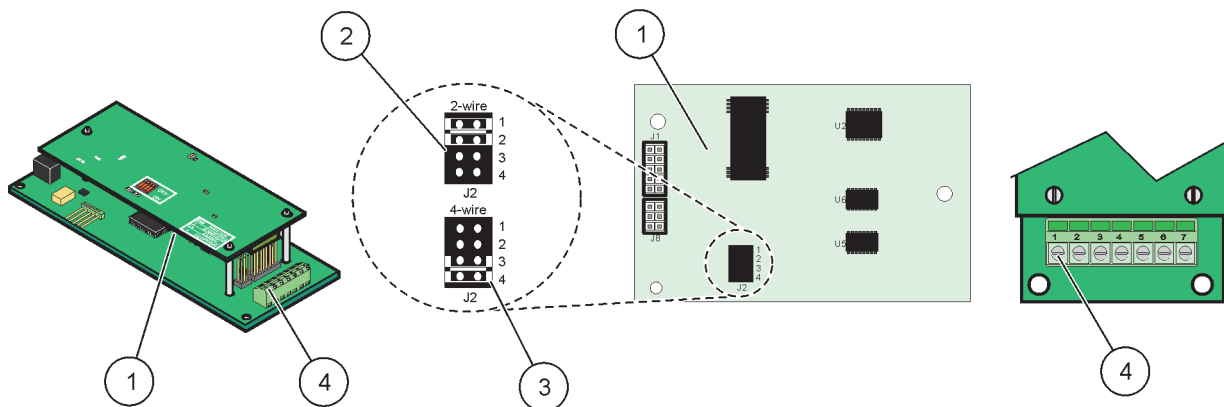

Figura 24 Conexiones de tarjeta Modbus RS485 (YAB021)
4. Pase el cable a través de la base del módulo y prepárelo en forma adecuada e inserte cada cable en la terminal de acuerdo con las Figura 24/Tabla 7.